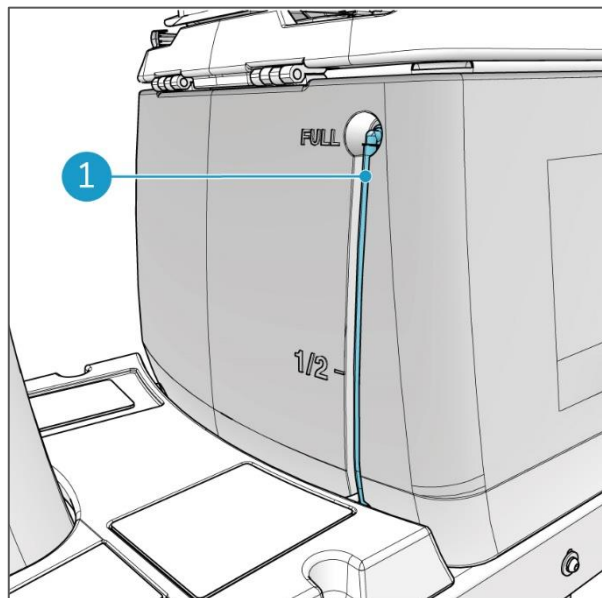

Figura 28
Il livello del detergente può essere controllato visivamente sull'apposito indicatore, che si trova sul serbatoio del detergente (Figura 28, pos 1) sotto il sedile. Consultare la sezione 2.2.